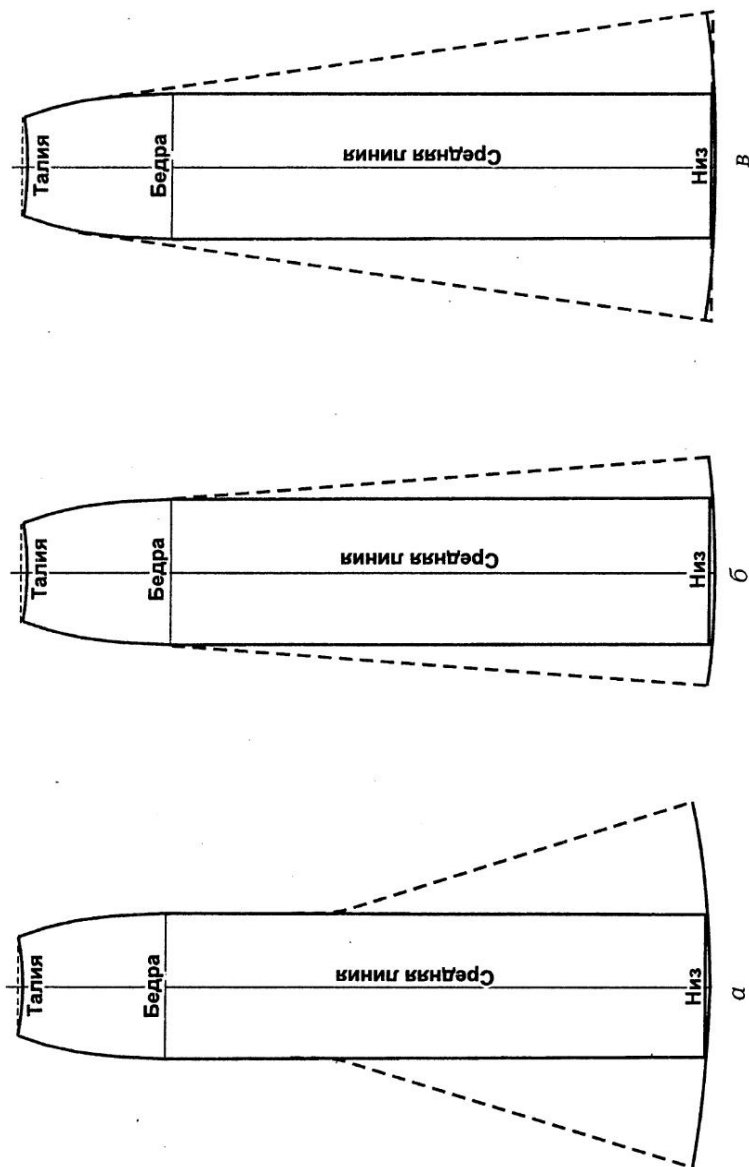

Рис. 48
Построение исходного клина (рис. 48).
- а) с расширением годе от уровня колена или от уровня $1/2\text{Ди}$ (рис. 48, а);
- б) с расширением от уровня бедер (рис. 48, б);
в) с расширением от точки изгиба бедер, располагающейся на 10—12 см ниже уровня талии (рис. 48, в).
Если эти длины не равны, то большую уравнивают по меньшей, как показано на рис. 48, в.